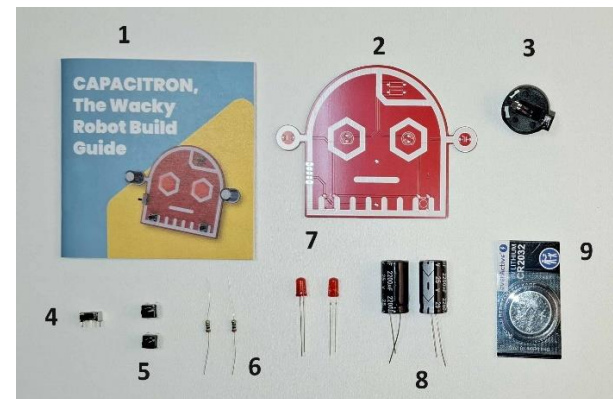

Fig.5
- PCB-ul **Capacitron**(fig.5,item 2);
- 1 x Soclu baterie(fig.5, item 3);
- 1 x Minicomutator(fig.5, item 4);
- 2 x Microîntrerupător(fig.5 item 5);
- 2 x Rezistor 10 Ω (fig.5, item 6);
- 2 x LED 5mm roșu(fig.5, item 7);
- 2 x Condensator 2200 μ F(fig.5, item 8);
- 1 x Baterie de 3V tip CR 2032(fig.5, item 9).